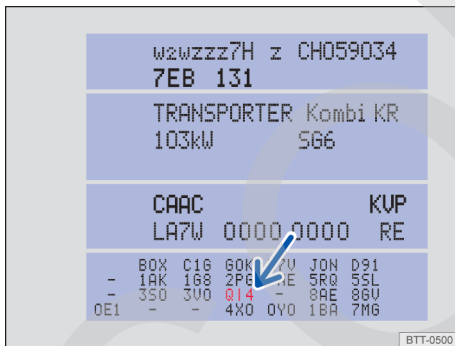

Fig. 163 Etiqueta portadatos del vehículo con núm. PR del servicio correspondiente (representación esquemática).
- Consulte el número PR que figura en la etiqueta portadatos del vehículo → fig. 163 (flecha) → página 324.